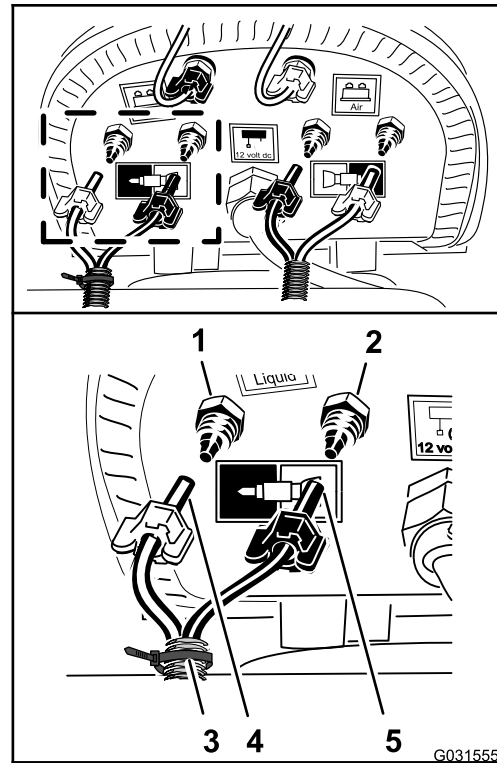

Bild 145
- Montieren Sie die Schläuche mit dem Kabelbinder, den Sie in Schritt 9 in Vorbereiten der neuen Schläuche für die Schaummarkiererdüsen \(Seite 15\) vorbereitet haben, und fluchten Sie den blauen Schlauch für den rechten Sprühabschnitt mit dem Druckanschlussstück für den Wasserkreislauf des rechten Sprühabschnitts aus (Bild 145).
- Befestigen Sie die Druckmutter für den Schlauch auf dem Anschlussstück und ziehen die Mutter mit der Hand an (Bild 145).
- Fluchten Sie den durchsichtigen Schlauch für den rechten Sprühabschnitt auf dem Druckanschlussstück für den Luftkreislauf für den rechten Sprühabschnitt aus (Bild 145).